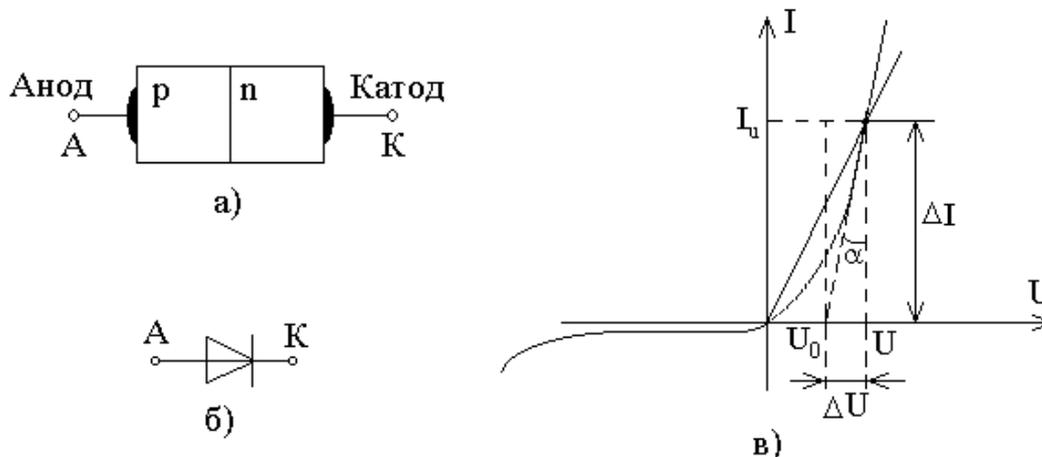

Рис. 1.1. Полупроводниковые диоды: а) – структура диода; б) – графическое изображение диода; в) – ВАХ диода
Диоды и стабилитроны представляют собой полупроводниковые приборы с одним электронно-дырочным переходом (*p-n* переходом). Простейшими неуправляемыми силовыми ключами являются полупроводниковые диоды, использующие вентильное свойство *p-n* перехода, т. е. пропускающие ток в одном направлении и практически не пропускающие его в другом направлении (рис. 1.1.). Структура диода показана на рис. 1.1, а, его графическое изображение на рис. 1.1, б, а его вольтамперная характеристика – на рис. 1.1, в.
Графическое изображение этой зависимости представлено на рис. 1.1, в.
Поскольку на начальном участке прямой ветви вольтамперной характеристики диод имеет большое сопротивление, то обычно прямую ветвь аппроксимируют в виде двух отрезков прямых (пунктир на рис. 1.1, в), что позволяет определить напряжение отсечки – U_0 , а также дифференциальное сопротивление диода, которое определяется по формуле (1.2):
- статическое сопротивление диода $R_{ст} = U/I$ (рис. 1.1, в);